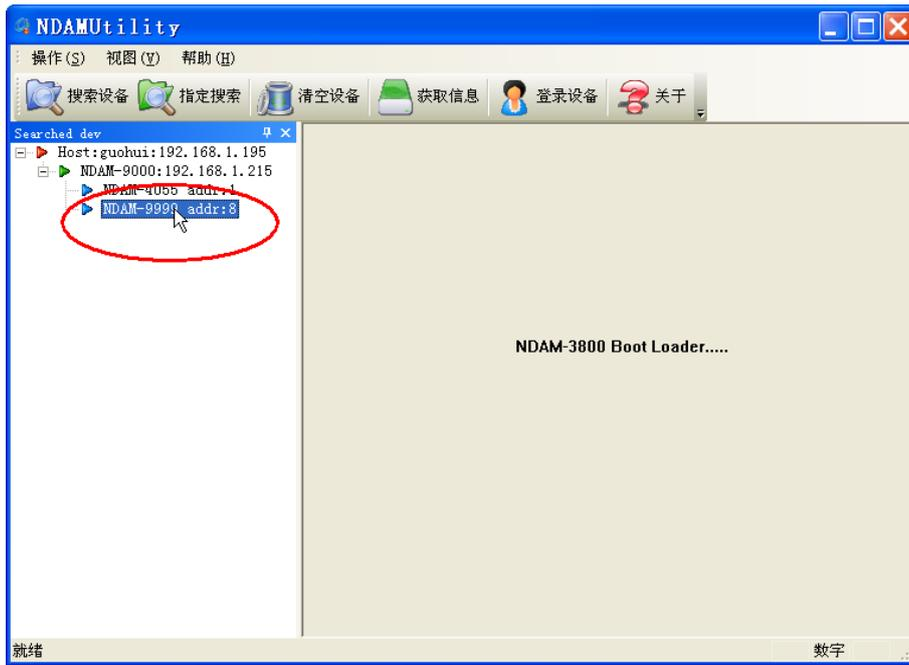

图 3.10 选中设备
① 将拨码开关第 1 位和第 3 位设置为 OFF、第 2 位和第 4 位设置为 ON，给模块重新上电；
② 搜索并登陆设备，选中“NDAM-9999 addr: 8”，如图 3.10 所示；